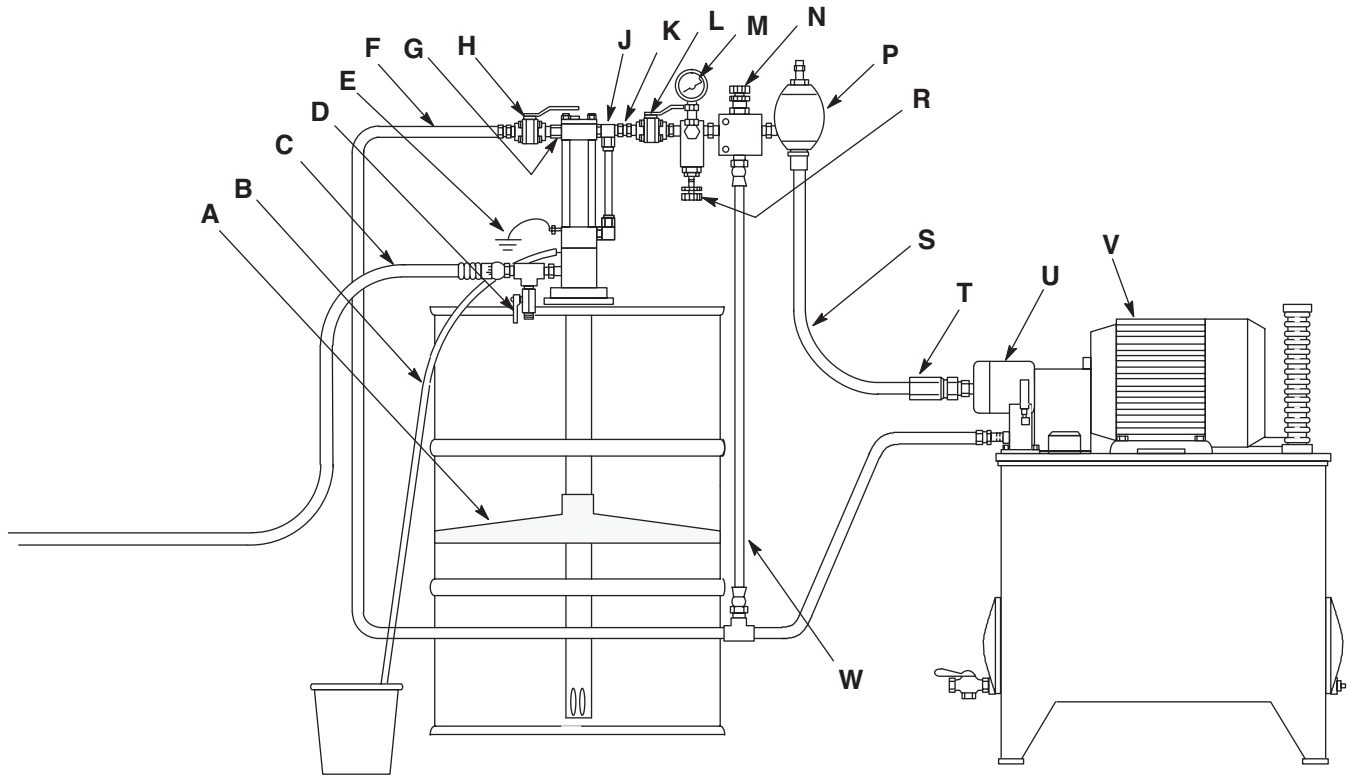

图 2: 典型安装
尽管图 2 所示的安装仅作为选择和安装系统组件和附件的指导，但部分设备是必需的，如图例中所注明。若需要设计一套适合您要求的系统，请联系 Graco 公司的经销商。
请参见图 2 了解以下说明中提及的零配件。
2. 关闭供应管路关闭阀（L，图 2）。